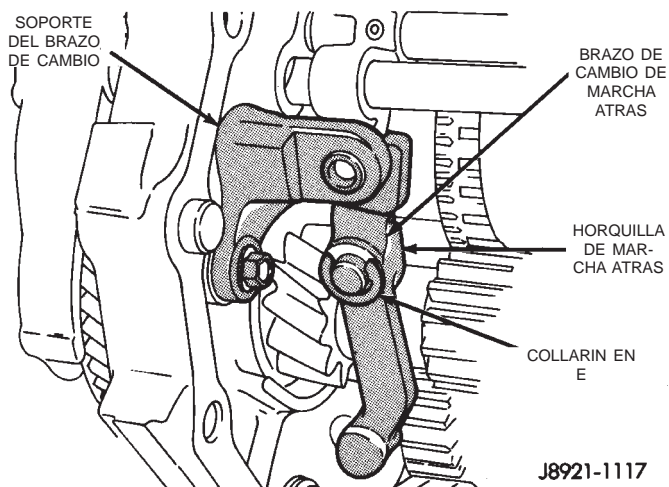

Fig. 64 Componentes del brazo de cambio de marcha atrás
(16) Retire los pernos que fijan el soporte del brazo de cambio de marcha atrás en la placa intermedia (Fig. 64).